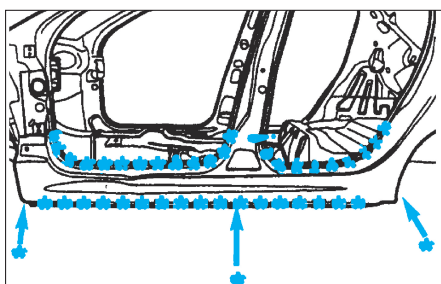

FIG. 98
- Découper par fraisage les points (Fig.98).